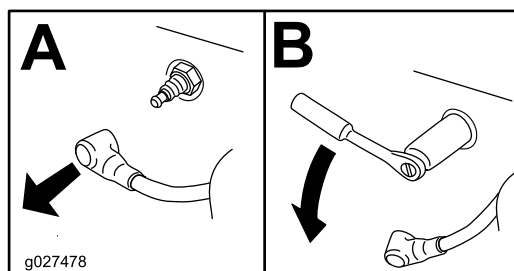

Figura 63
4. Localisez et retirez la ou les bougies comme montré à la Figura 63.